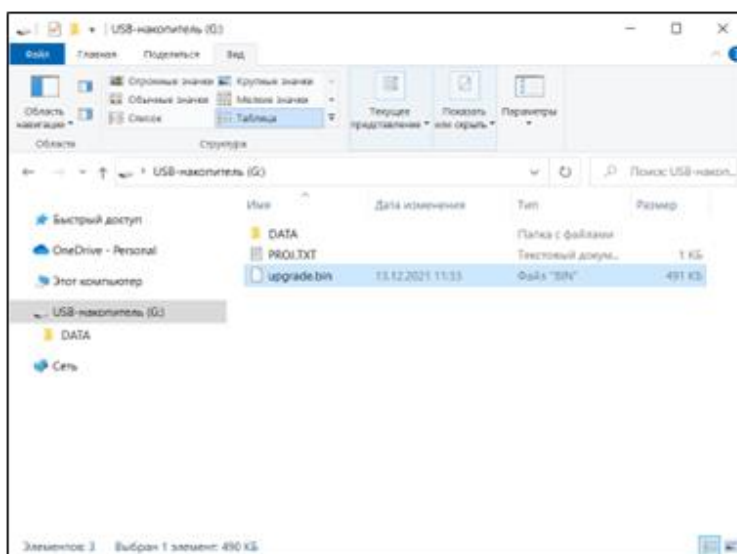

Рисунок 43 – Внешний вид корневой папки с файлом прошивки
2. Скопируйте файл прошивки *upgrade.bin* предназначенную для МВС в корневой каталог (Рисунок 43). Если имя файла прошивки отличается от *upgrade.bin*, например, *SmartQuantumMag.bin* следует изменить имя данного файла на *upgrade.bin*